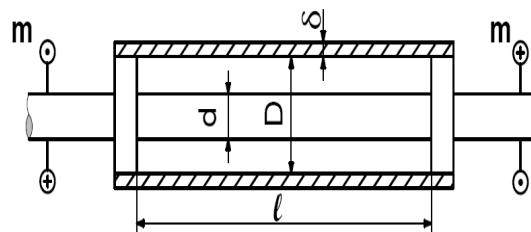

Рисунок 8
**Задача СМ-8.** Трубка и валик изготовлены из одинакового материала. Валик закручивается моментом  $m$ , трубка при этом остается неподвижной. После приваривания концов трубки к выступам валика моменты  $m$  снимаются (рис. 8). Диаметр валика  $d$ , диаметр трубки  $D=3d$ , длина трубки  $l$ , толщина стенки трубки  $\delta = \frac{d}{20}$ .